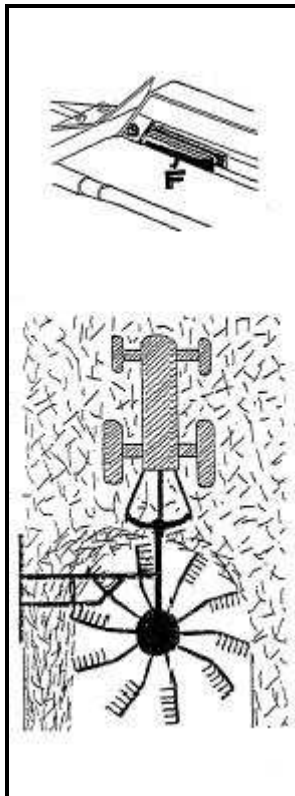

Abbildung 14
- Arretiergabel hochklappen (Abb. 14, Pos. F)